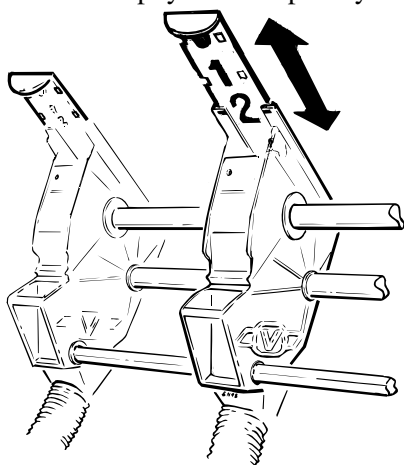

Figure 1.18
- 3 Nastavte posuvná dvířka podle údajů uvedených v tabulce, "Figure 1.18".